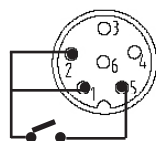

Figura 1
- La conexión se muestra en la figura 1.